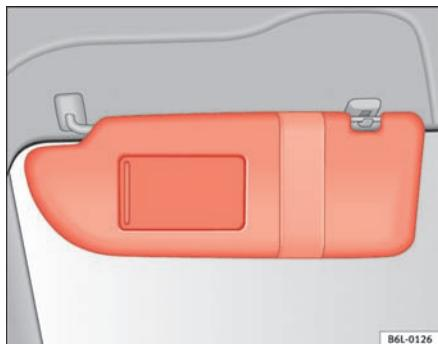

Fig. 62 Parasol del lado del conductor
Los parasoles del conductor y del acompañante pueden extraerse de sus soportes centrales y girarse hacia las puertas \Rightarrow fig. 62 ①.